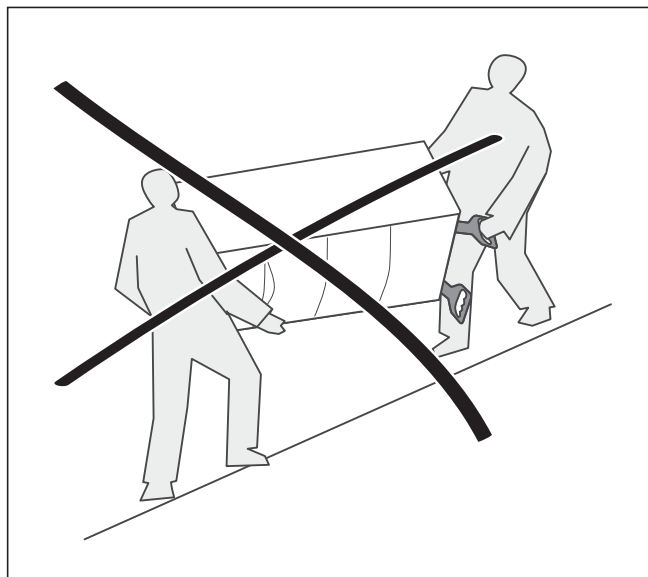

Fig. 4.4 Transport incorrect, détérioration de l'appareil
- Ne transportez en aucun cas d'appareil comme indiqué sur les fig. 4.4 et 4.5.